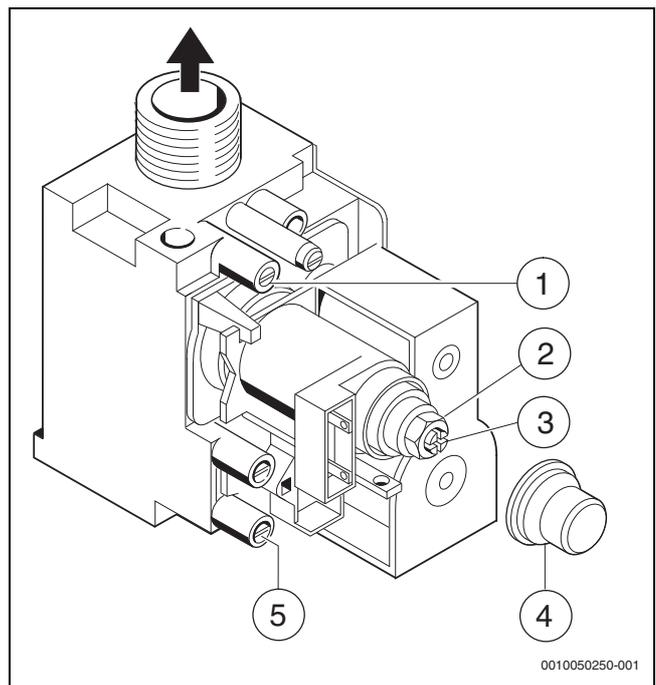

Bild 38 Gasarmatur
- ▶ Dichtschaube am Mess-Stutzen für Düsendruck (→ Bild 38, [1]) lösen und U-Rohrmanometer anschließen.
- ▶ Abdeckung (→ Bild 38, [4]) entfernen.
- ▶ Für „min“ angegebenen Düsendruck (mbar) aus Tabelle Seite 47 entnehmen. Düsendruck über Einstellschraube min. Gasmenge (→ Bild 38, [3]) einstellen.
- ▶ Dichtschaube am Mess-Stutzen für Gas-Anschlussfließdruck (→ Bild 38, [5]) lösen und Druckmessgerät anschließen.